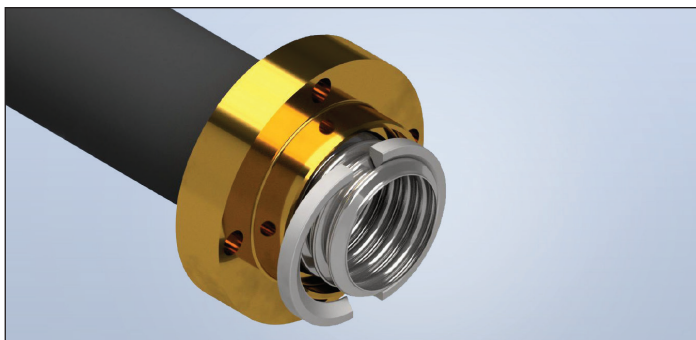

Figure 1-11
5. Glissez la bride arrière sur la tuyauterie jusqu'à ce qu'elle s'appuie contre la gaine. Placez deux bagues fendues dans la première ondulation juste à côté de la coupe du tube (figure 1-11).